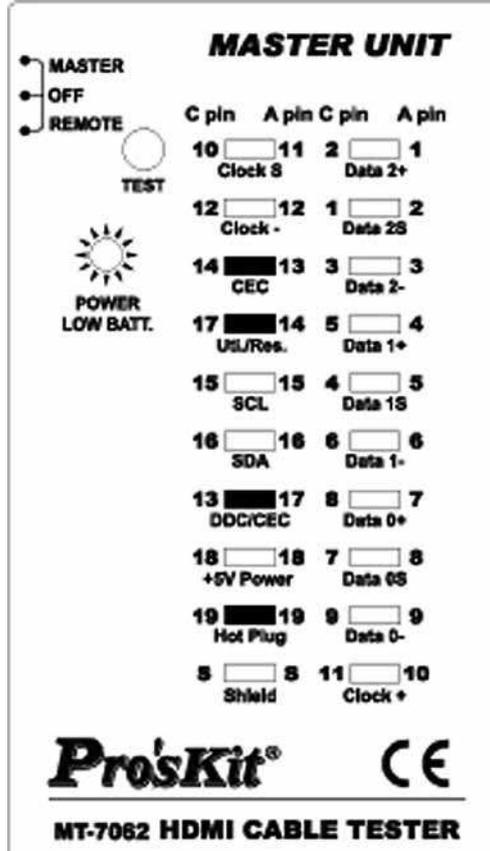

Рис. 5. Кросс, перекрестное подключение проводов (Crossover)
- **Кросс, перекрестное подключение проводов (Crossover):** сопровождается подачей короткого звукового сигнала и индикацией перекрещенных проводников. Пример такой неисправности для кабеля HDMI А-А при перекрестном подключении проводов между контактами 13 к 17 и 14 к 19 и для HDMI (тип А) — Mini-HDMI (тип С) с кроссом между контактами 14–13 и 17–19 приведен на рис. 5.